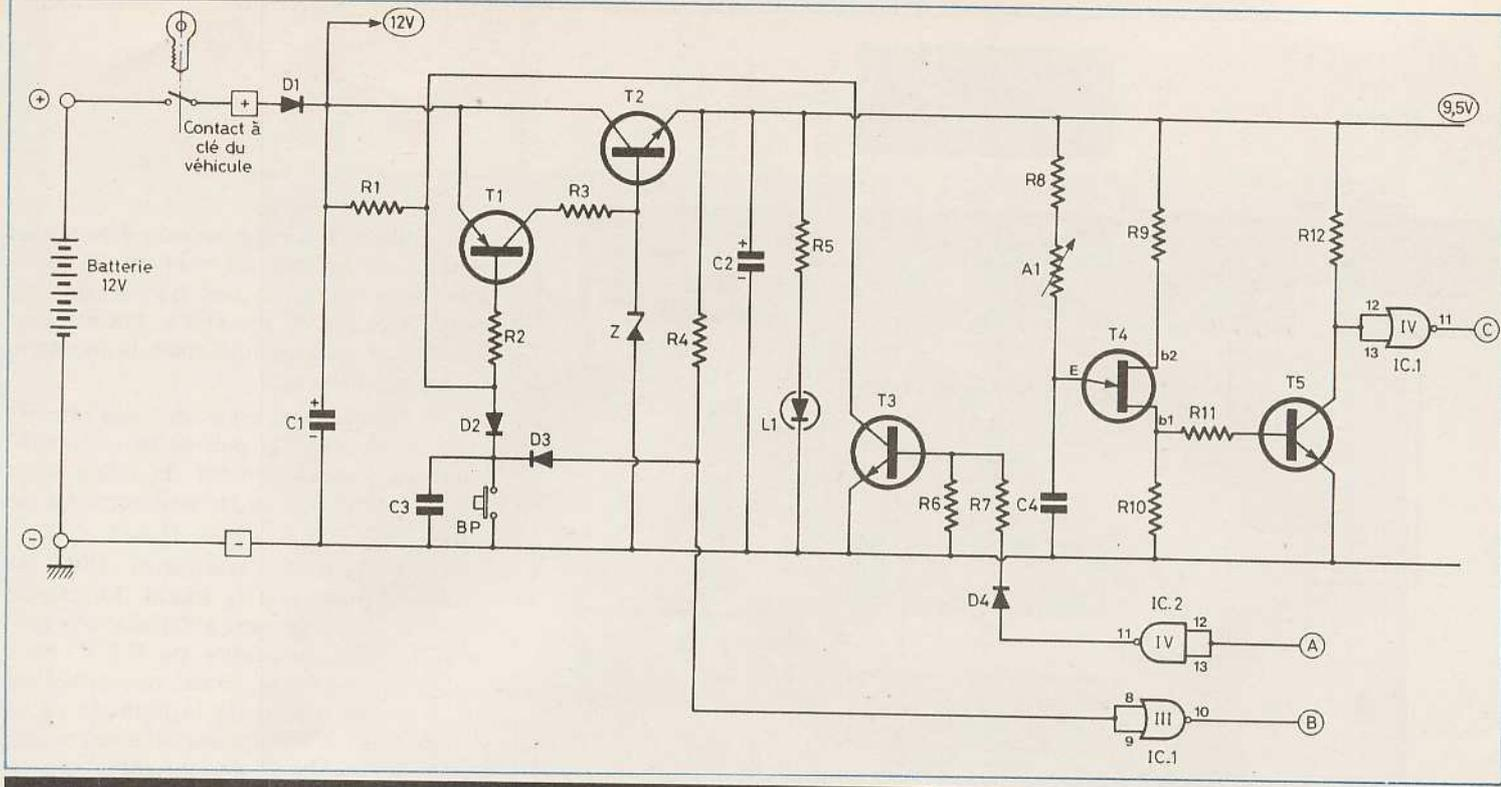

Fig. 2. - Schéma de principe de la section alimentation prélevée sur la batterie du véhicule et base de temps du séquenceur cyclique.
a) Alimentation (fig. 2)
b) Base de temps du séquenceur cyclique (fig. 2)